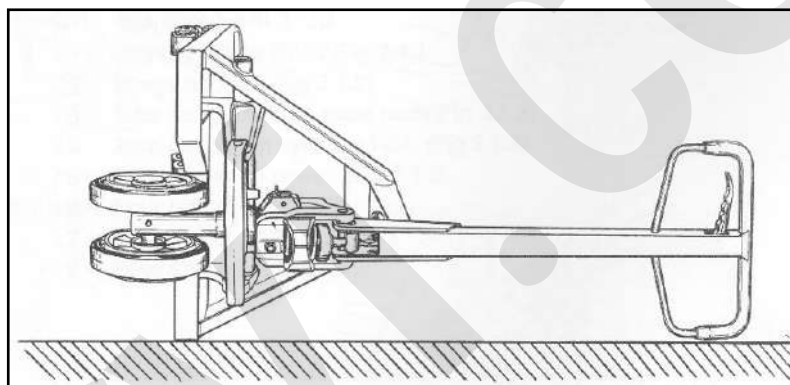

Figura 22 – Transpallet di lato.
1. Mettere il Transpallet di lato (vedere la Figura 22);